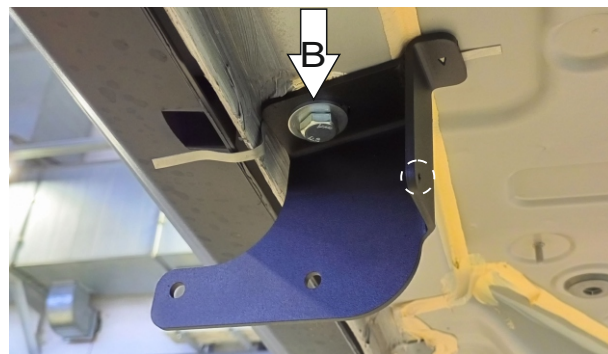

Рис. 3
- 3.Установить левый средний кронштейн (с отличительным отверстием Рис.3) к установленной гайке закладной используя болт M10x30 с шайбой 10 и шайбой 10 гр. (В) (Рис. 3).